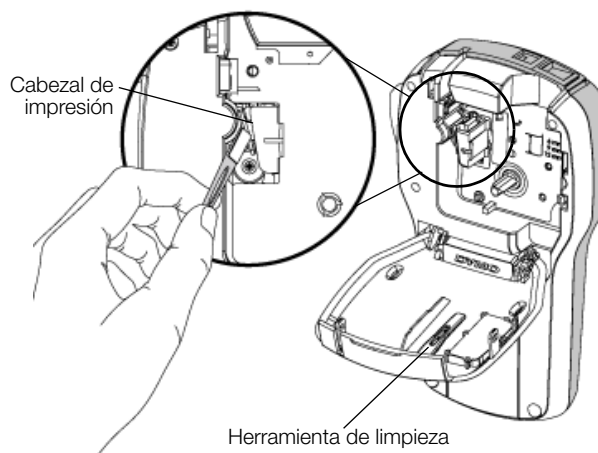

Ilustración 8
- 2 Extraiga la herramienta de limpieza del interior de la tapa del compartimento de las etiquetas. Vea la Ilustración 8.
- 3 Limpie con cuidado la parte acolchada de la herramienta a través del cabezal de impresión. Vea la Ilustración 8.